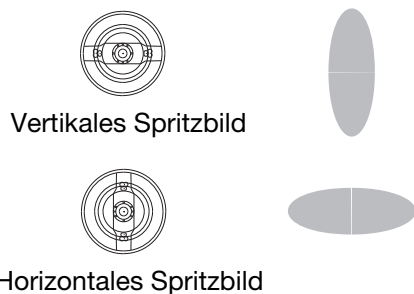

ABB. 19. Luftkappenstellungen
3. Den Haltering der Luftkappe lösen und die Luftkappe durch Drehen für ein vertikales oder horizontales Spritzbild einstellen. Siehe **ABB. 19**.